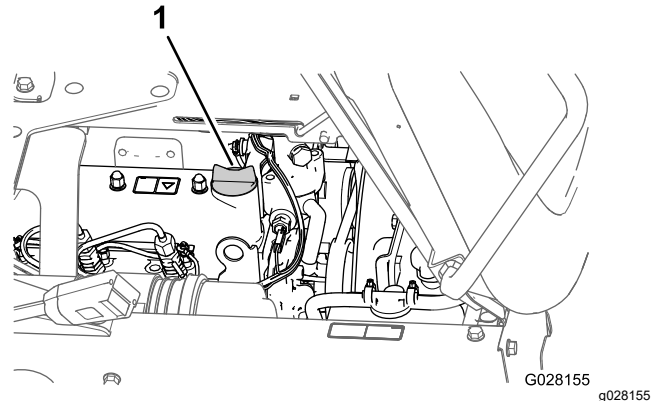

图 77
5. 从发动机气门室盖的加油颈上取出加油颈盖慢慢从加油颈注入规定油量的大约 80% 图 77。
8. 将加油颈盖重新装入加油颈 图 77。